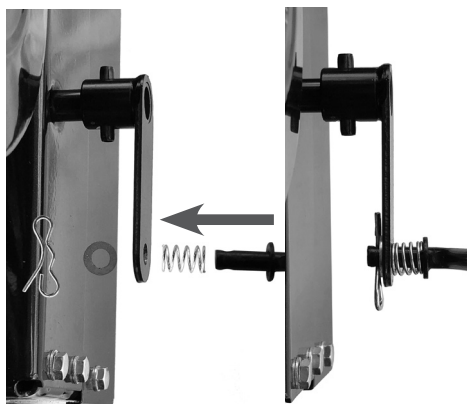

Рис. 14 Подключение троса к нижнему рычагу
- установите нижний конец тяги в отверстие нижнего рычага механизма переключения передач (расположен на корпусе трансмиссии сзади), как показано на Рис. 14 и зафиксируйте тягу шплинтом;